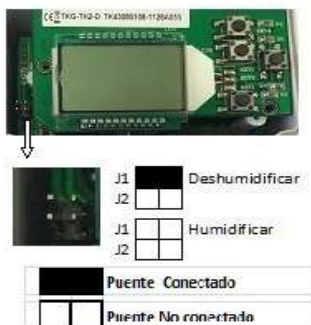

Fig.6
3. Selección de modo Humidificación y deshumidificación: cuando el puente J1 se desconecta, modo humidificación cuando el puente J1 está conectado, modo deshumidificación. (Ver fig.6)
4. Ajuste de temperatura / humedad relativa de consigna: en modo usuario, pulse hacia arriba o hacia abajo una vez para acceder al modo de configuración y pulse el botón de "Switch" para cambiar la temperatura / humedad relativa, presione hacia arriba o hacia abajo para ajustar el valor de ajuste, un ajuste rápido pulsando arriba o hacia abajo más de 3 seg. Espere hasta que la temperatura / humedad relativa valor de ajuste deja de parpadear, se remonta a la interfaz de usuario de forma automática. (Ver fig. 6)